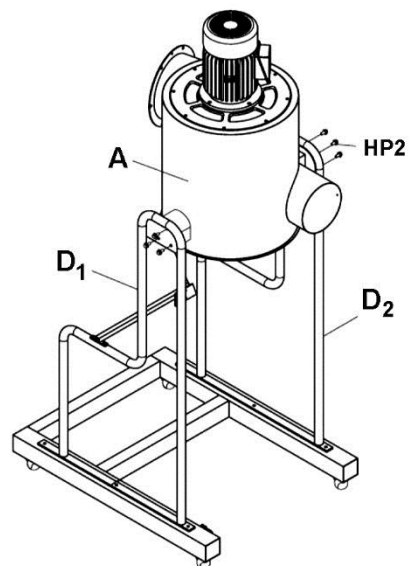

Рис. 5
5. Поднимите основной корпус (A) с помощью подъемного устройства, протянув стропы через кольца, расположенные наверху корпуса. При отсутствии подъемного устройства поднимать корпус должны как минимум 2 человека.
6. Установите корпус (A) между левой и правой стойками (D1, D2) и прикрутите с помощью 6 винтов с шестигранной головкой и фланцем (HP2). См. Рис. 5.